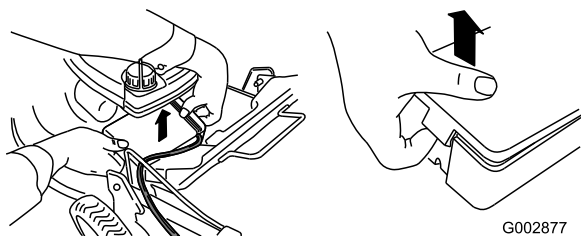

Рисунок 39
1. Расфиксируйте оба торца крышки аккумулятора и снимите его (Рисунок 39).